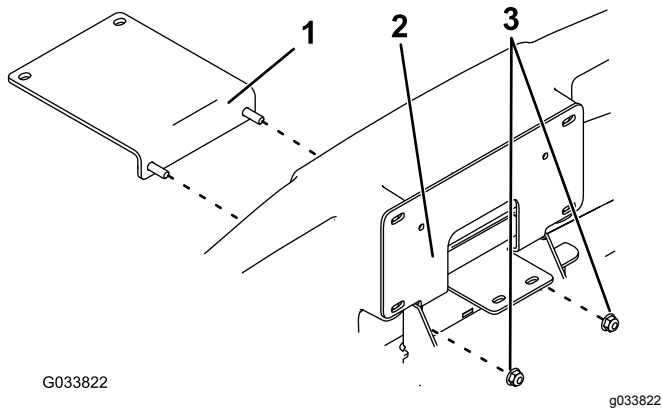

Figura 6
1. Instale el soporte superior corto de la defensa delantera a través del parachoques (Figura 6).
3. Sujete el soporte del parachoques con 2 tuercas (5/16"), como se muestra en la Figura 6.